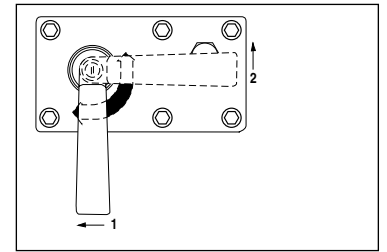

图 6
(见图 6)
3. 将控制阀柄旋转至后退（“2”）位置（关于阀位置，请参阅图 6）。